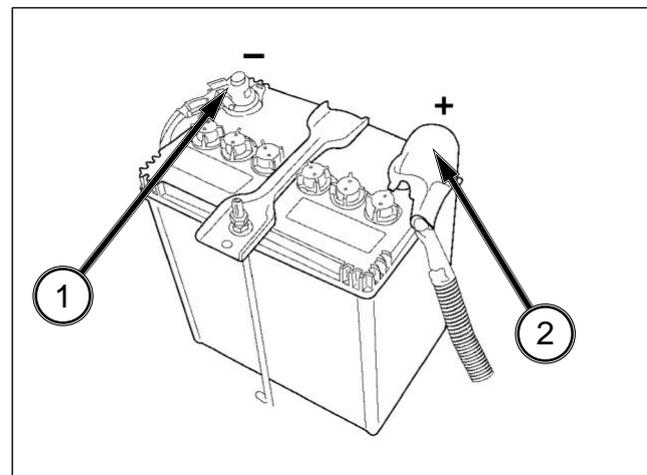

FIG. 113
FIG. 113: Para cambiar la batería, desconecte en primer lugar el cable negativo (-) (1) y a continuación el cable positivo (+) (2). Afloje y retire la barra de fijación de la batería y extraiga la batería del tractor con precaución.